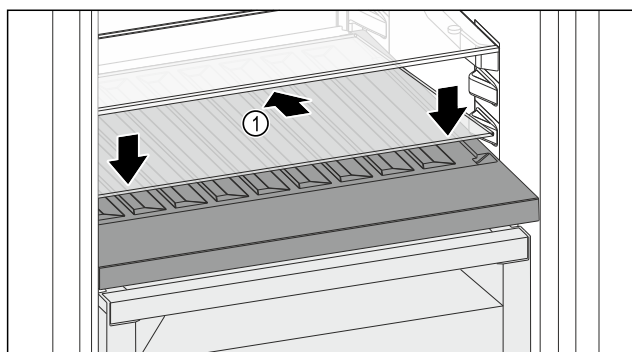

Fig. 100
- Coloque la placa de vidrio Fig. 100 (1) en ángulo e inclinada hacia atrás y hacia abajo.
- Levante la placa de vidrio Fig. 100 (1) por la parte delantera.